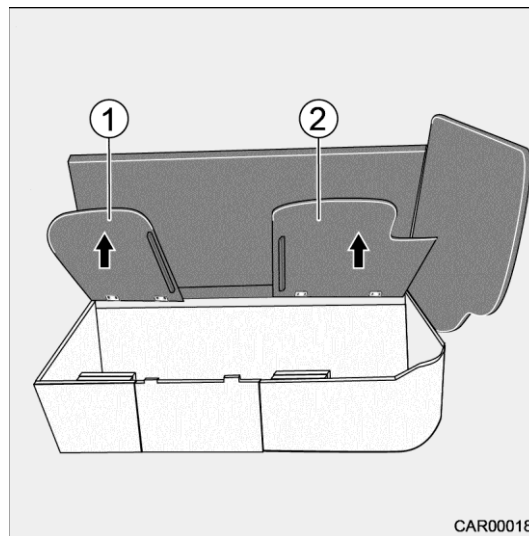

Fig. 43 Transformation du 5e siège
4. Relever les plaques de siège (Fig. 43/1 et 2).